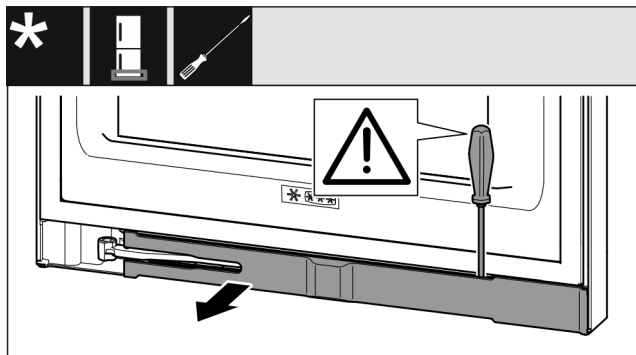

Fig. 13
- ▶ Atfiksukite skydelį kryžminių atsuktuvu ir pasukite į šoną Fig. 13 ().